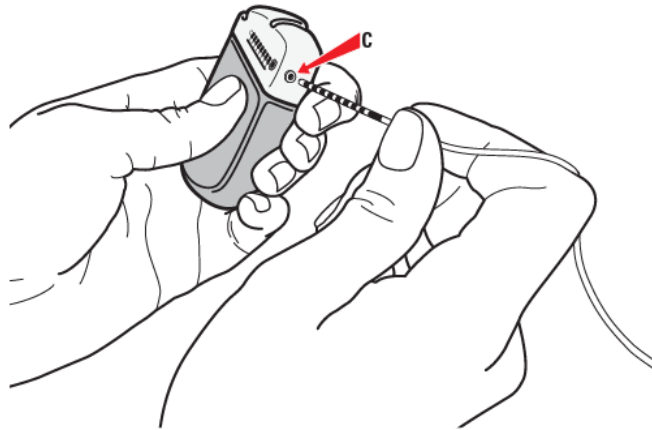

Рисунок 30. Соединение с портом С ИГИ
- а. Подключите удлинитель к порту С (рисунок 30).